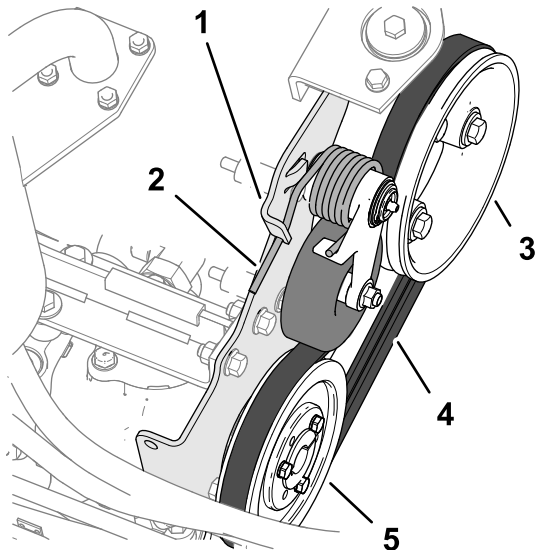

Figura 85
2. Presione hacia abajo el extremo del muelle de tensión de la correa, sáquelo de la muesca en la pestaña del soporte de la bomba y mueva el extremo del muelle hacia delante (Figura 85).